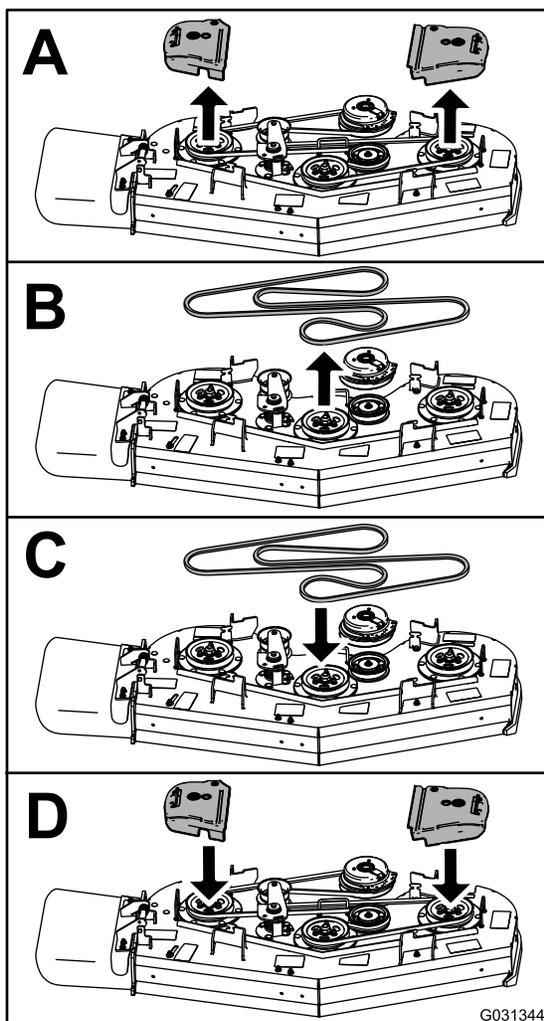

Figura 70
3. Sostituite la cinghia come illustrato nella Figura 70.